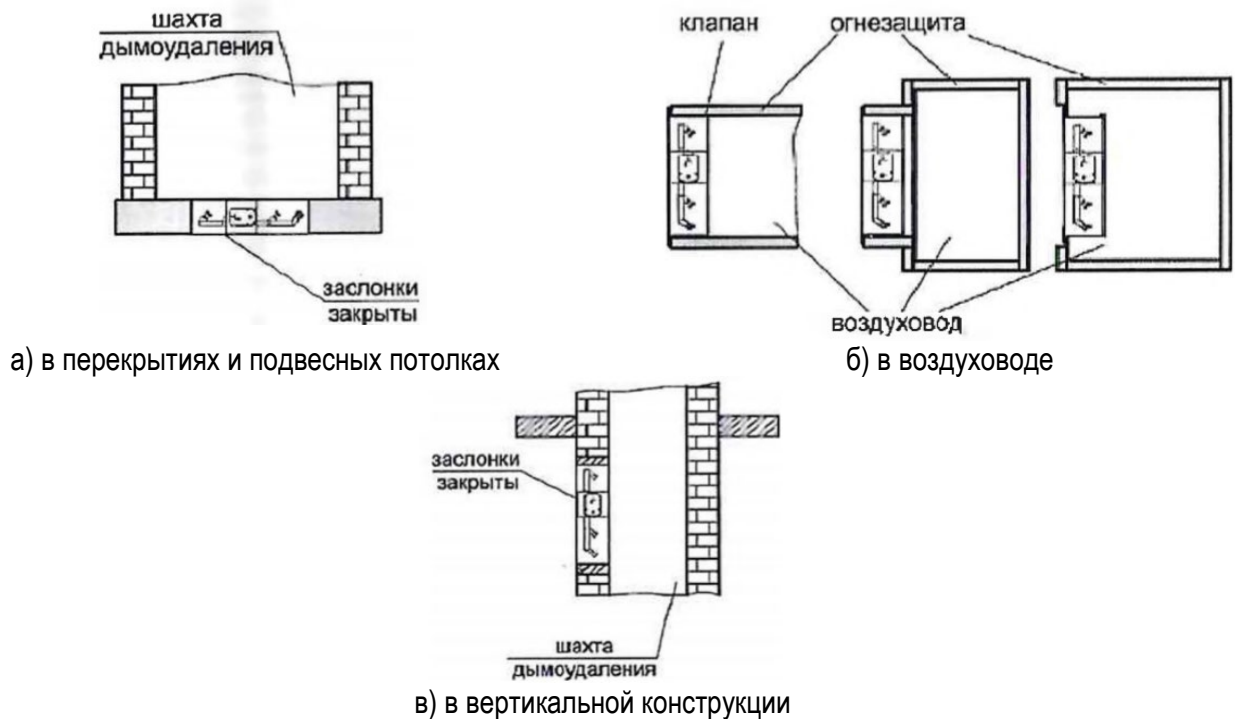

Рисунок 2.2 -Схемы установки клапанов многостворчатых
7.5.2 Схемы установки клапанов многостворчатых (вылет заслонок в клапанах данного типа отсутствует) приведены на рис. 2.2